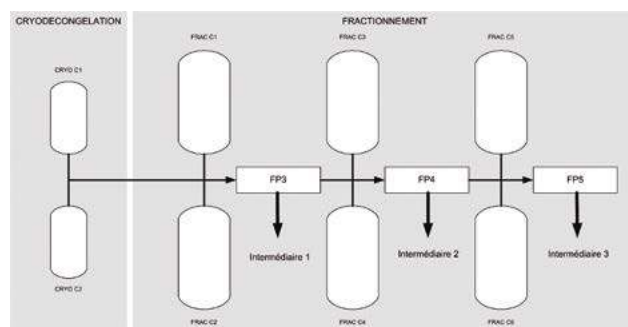

Fig. 3 : Schéma de flux simplifié des installations de cryo-décongélation et de fractionnement
Le procédé de fractionnement requiert une sérialisation des équipements, le plasma étant transféré plusieurs fois d'une cuve vers une autre à travers un filtre-presse (FP), pour séparer successivement plusieurs intermédiaires qui permettront d'extraire les protéines plasmatiques telles que les immunoglobulines et l'albumine. A l'issue du projet, chaque équipement de production sera dédié à une étape spécifique du process, comme illustré sur la Figure 3. Deux cuves seront mobilisables pour chaque étape du process et les filtres presse seront chacun dédiés à une fraction.